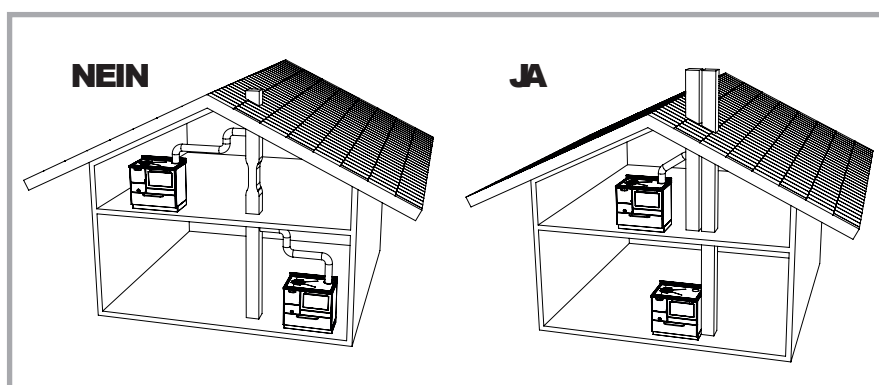

Abb. 5 - Beispiele für falsche und richtige Ausführung des Rauchabzugs.
Der Schornstein muss, unter Berücksichtigung der allgemeinen Umgebungs- und Umweltbedingungen, für den Anschluss des ausgewählten Holzherdes geeignet sein. Sein Querschnitt muss so dimensioniert sein, dass der Rauch ohne Schwierigkeiten aus dem Herd abziehen kann. Bei Überdimensionierung würde sich der Schornstein nicht schnell genug erwärmen, was Kondenswasserbildung sowie schlechten Rauchzug zur Folge haben könnte. In Tabelle 1 ist der empfohlene Durchmesser für den Rauchabzug, je nach Holzherd-Modell und Höhe des Schornsteins (H) angeführt. Die Höhe des Schornsteins muss so bemessen sein, dass ein optimaler Rauchabzug für das ausgewählte Herdmodell garantiert wird. Je höher der Schornstein, desto besser ist der Rauchzug. Bei einer Schornsteinhöhe unter 4 Metern ist ein einwandfreier Betrieb des Herdes nicht gewährleistet. Abgasrohre dürfen keine gewundenen oder waagrechten Abschnitte aufweisen und müssen immer mit Steigung zum Schornstein hin, montiert werden; die Anzahl der Rohrbögen ist auf ein Minimum zu beschränken. Abb. 5 zeigt einige Beispiele für die richtige und falsche Ausführung des Rauchabzugs.